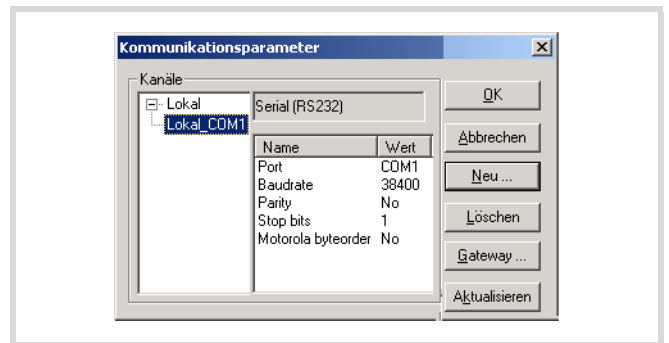

Abbildung 73: Kommunikationsparameter des PCs festlegen
Zur Herstellung der Verbindung zwischen PC und Steuerung müssen die Kommunikationsparameter beider Geräte übereinstimmen. An Geräten, die erstmalig zum Einsatz kommen, sind bereits die Default-Parameter nach Abbildung 73 eingestellt. Wählen Sie nur noch die PC-Schnittstelle COM... aus. Weitere Einstellungen sind nicht erforderlich.
- ▶ Übernehmen Sie die weiteren Parameter aus der Abbildung 73.